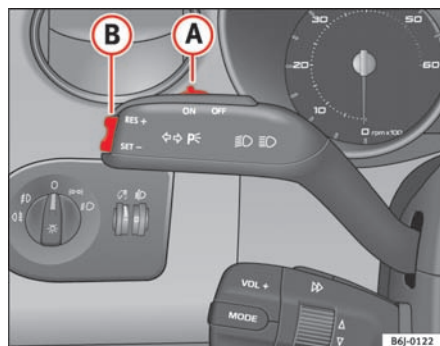

Fig. 103 Blink- og fjernlysarm: kontakt og vippeknap til fartpilot
- Tryk på den øverste del **RES** af vippeknappen ⇒ fig. 103 **B** for at indstille en højere hastighed. Når du holder vippekontakten inde, accelererer bilen. Når du slipper vippekontakten, bliver den nye hastighed gemt.
Hvis du reducerer hastigheden ved at træde på bremsepedalen, bliver fartpiloten deaktiveret. Du kan aktivere fartpiloten igen ved at trykke en enkelt gang på den øverste del af vippeknappen, **RES+** ⇒ fig. 103 **B**.